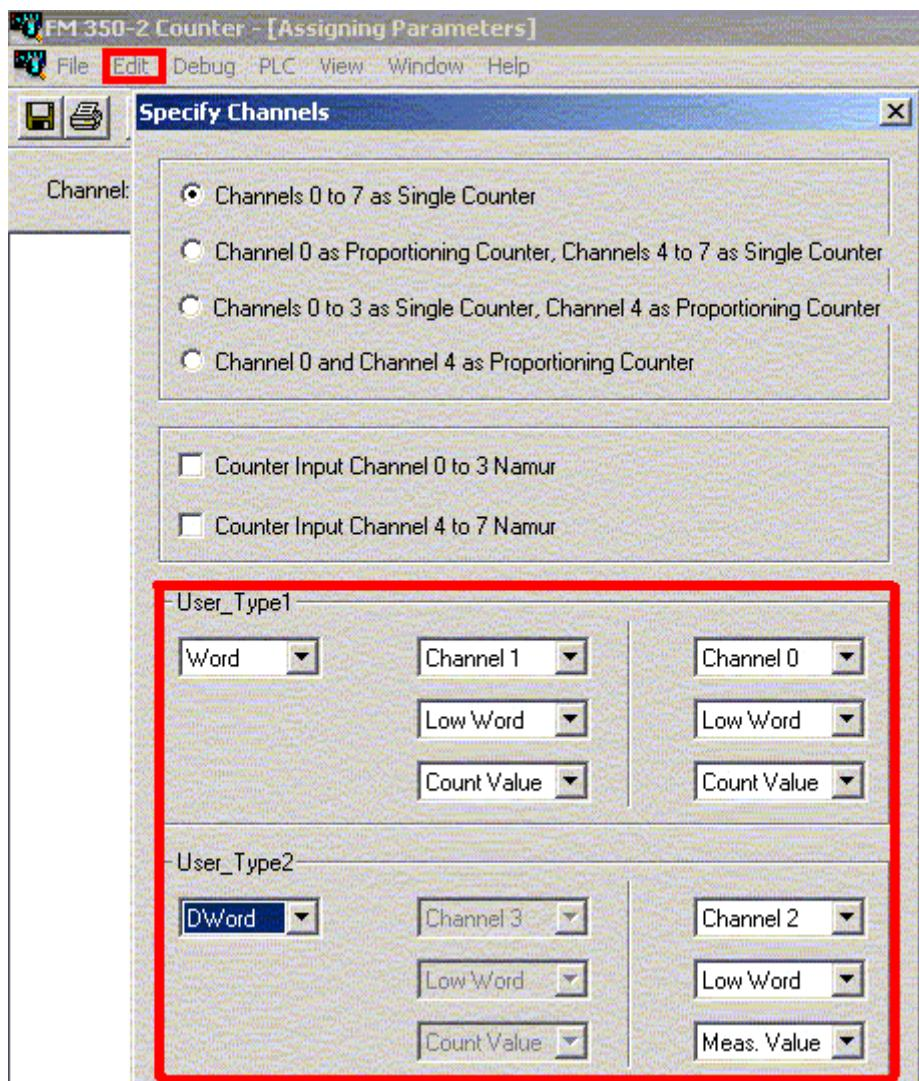

图12
- 在FM350-2计数器[ Parameter ]窗口中选择菜单条目[ EDIT ] > 定义通道。如图12所示。